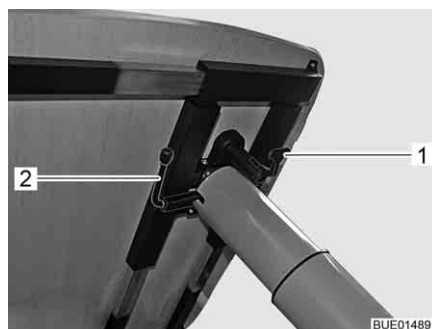

Fig. 105 Regolazione del tavolo rialzabile
- Tirare verso il basso la leva di serraggio (Fig. 105,1).
- Ruotare di 180° in senso antiorario la leva (Fig. 105,2) sotto il piano del tavolo. Il meccanismo di sollevamento nel piede del tavolo viene sbloccato.
- Ruotare di 180° in senso antiorario la leva (Fig. 105,2) sotto il piano del tavolo. Il piano del tavolo va automaticamente verso l'alto fino al fine corsa.